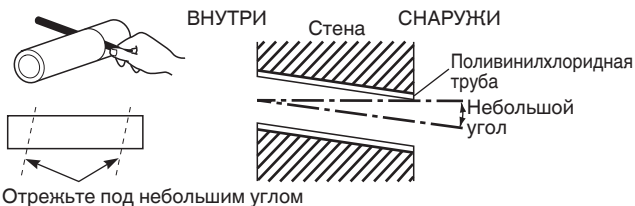

Рис. 3-21
- Измерьте толщину стены между внутренней и наружной поверхностью, и отрежьте поливинилхлоридную трубу под небольшим углом в соответствии с толщиной стены. Вставьте поливинилхлоридную трубу в стену. (Рис. 3-21)